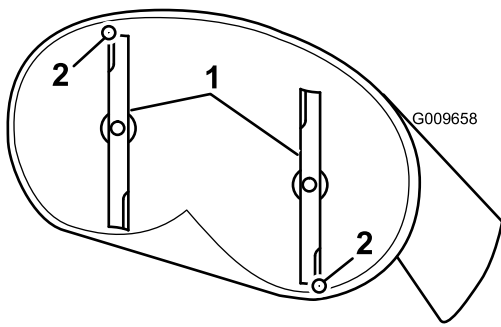

Figura 55
4. Gire cuidadosamente las cuchillas colocándolas en el sentido de avance de la máquina (Figura 55).
5. Mida entre la punta de la cuchilla delantera y la superficie plana y entre la punta de la cuchilla trasera y la superficie plana (Figura 55).
a 5/16") más baja que la punta de la cuchilla trasera (Figura 55).